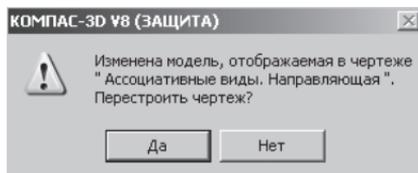

Рис. 316
- Активизируйте окно документа **Ассоциативные виды. Направляющая**. По запросу системы: **«Перестроить чертеж?»** Подтвердите – **Да** (рис. 316).